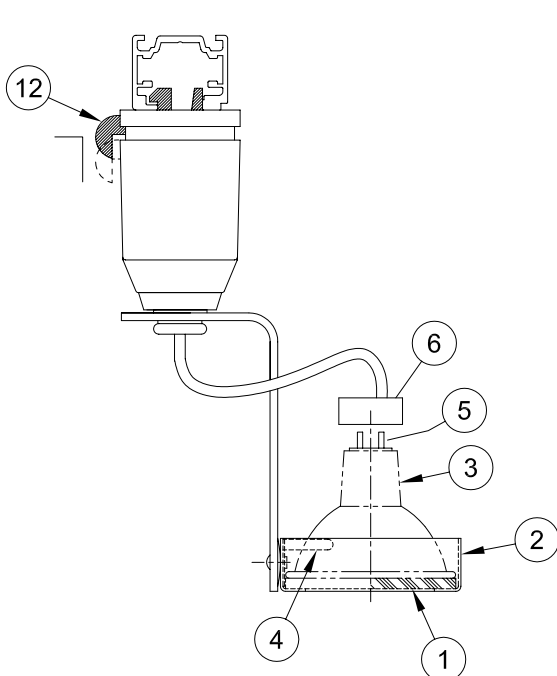

FIGURE 1
1.- Lay Lens (1) into Bezel (2). Insert Lamp (3) under Spring Clip (4) and place against Lens. Insert Pins (5) on top of Lamp (3) into holes in Socket (6). See Figure 1.
3.- Push mounting head firmly up into Track (7) and rotate Transformer Assembly (11) clockwise. Press Latch Button (12) inward and down and continue rotation until unit is parallel to Track. See Figures 1 & 3.
1.- Placez la lentille (1) dans le biseau (2). Insérez l'ampoule (3) sous la pince (4) et placez contre la lentille. Insérez les broches (5) de l'ampoule (3) dans les trous de la douille (6). Voir la Figure 1.
3.- Introduisez fermement la tête de montage dans le rail (7) et tournez l'assemblage du transformateur (11) dans le sens des aiguilles d'une montre. Appuyez vers l'intérieur et en bas sur le bouton de sécurité (12) et continuez à tourner jusqu'à ce qu'il reste parallèle au rail. Voir les Figures 1 et 3.